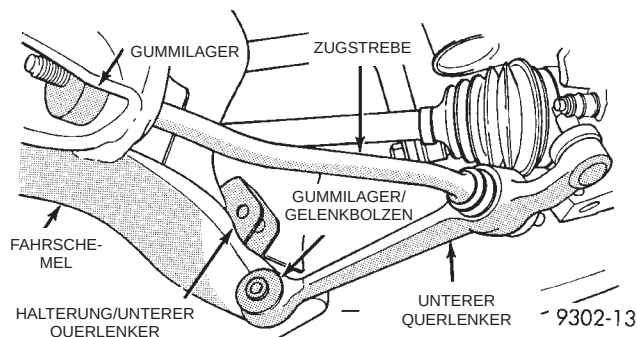

Abb. 42 Unteren Querlenker aus-/einbauen
(7) Unteren Querlenker und Zugstrebe zusammen vom Fahrschemel abbauen. Dazu zuerst das Gummilager des Gelenkbolzens aus der Halterung am Fahrschemel ausbauen und dann die Zugstrebe aus dem Gummilager herauschieben (Abb. 42).
(1) Beim Einbau des Querlenkers die nachstehende Reihenfolge einhalten. Zuerst die Zugstrebe in das Gummilager am Fahrschemel einsetzen. Dann das Gummilager des Gelenkbolzens in die Halterung am Fahrschemel montieren (Abb. 42).